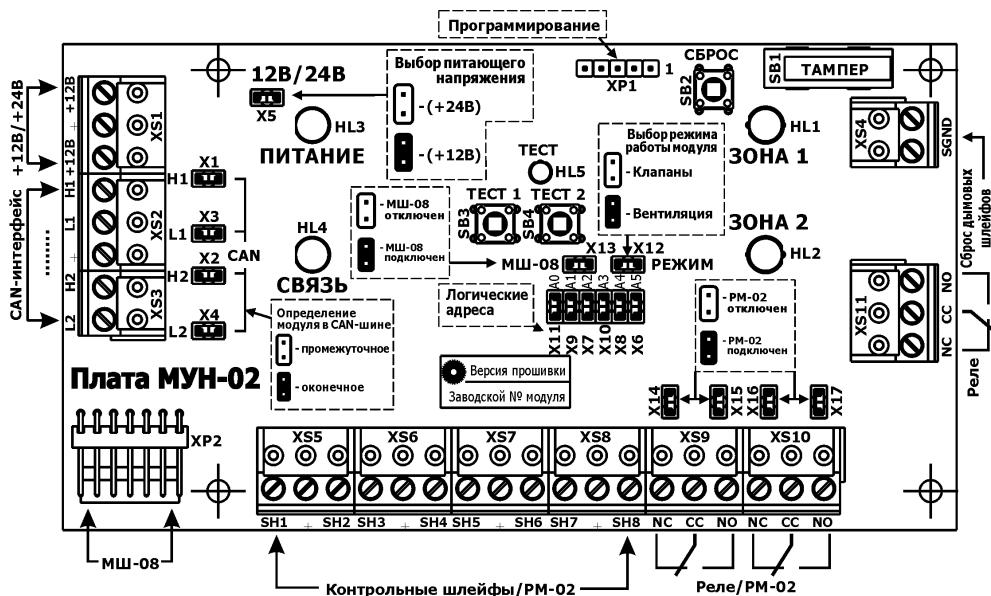

Рисунок 1 - Внешний вид платы МУН-02 и схема подключения
➤ **Плата МУН-02** (см. Рисунок 1) установлена внутри корпуса и предназначена для реализации основных функциональных возможностей модуля МУН-02. На плате расположены:
- разъём системного программирования микроконтроллера (Рисунок 1 и Таблица 2);
- разъёмы (клеммные колодки) для подключения 8-и ШК (Рисунок 1, Таблица 2 и Таблица 7);
- разъёмы (клеммные колодки) для подключения обратных (общих) проводов двухпроводных дымовых шлейфов (Рисунок 1 и Таблица 2);
- разъём подключения дополнительного модуля МШ-08 (Рисунок 1 и Таблица 2);
- разъём для подключения источника питания 12В/24В (первого и второго каналов питания) – (Рисунок 1 и Таблица 2);
- два разъёма для подключения линий интерфейса CAN (первый и второй каналы) – (Рисунок 1 и Таблица 2);
- перемычки установки CAN-адреса (установка адреса) и номеров реле и шлейфов модуля – (Рисунок 1, Таблица 3 и Таблица 4);
- перемычка, задающая режим работы модуля (Рисунок 1 и Таблица 3);
- перемычка, указывающая на подключение модуля МШ-08 (Рисунок 1 и Таблица 3);
- перемычки подключения оконечных резисторов интерфейса CAN (Рисунок 1 и Таблица 3);
- кнопка инициализации модуля «Сброс» SB2 (Рисунок 1);
- кнопки тестового режима модуля «ТЕСТ 1» SB3 и «ТЕСТ 2» SB4 (Рисунок 1);
- детектор вскрытия корпуса «Тампер» SB1 (Рисунок 1).